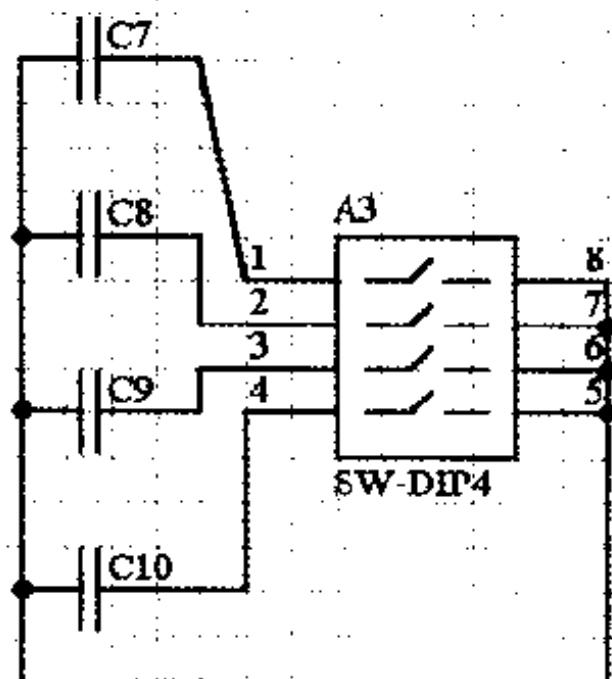

图 2-39 绘制其他导线
(8) 此时鼠标光标仍然是十字光标, 用户可以继续绘制导线。按照前面介绍的方法, 将电容 C7, C8, C9 分别连接到开关元件的 1, 2, 3 号引脚上, 按两次 Esc 键, 取消绘制导线的工作状态, 得到如图 2-39 所示的效果。
在图 2-39 中绘制了一条斜线,为了图纸的美观,下面将它修改为折线,其步骤如下: